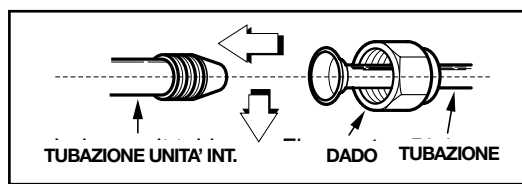
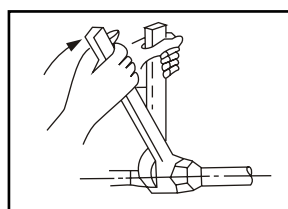

fig.16a
fig.16b
- 5b. Serrare i dadi con chiave dinamometrica, come indicato in fig. 16a e fig. 16b.